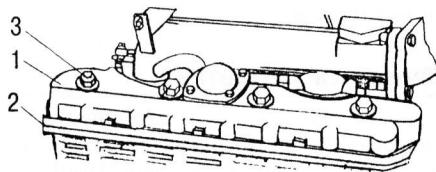

Рис. 3.1. Снятие колпака крышки головки блока цилиндров: 1 – колпак крышки; 2 – прокладка; 3 – гайка колпака
5. Снять колпак 1 (рис. 3.1) крышки и прокладку 2.